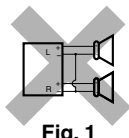
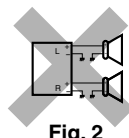

Fig. 1
Fig. 2
- If the speaker wiring in your car is as illustrated in Fig. 1 and Fig. 2 below, DO NOT connect the unit using that original speaker wiring. If you do, the unit will be seriously damaged. Redo the speaker wiring so that you can connect the unit to the speakers as illustrated in Fig. 3.
- Если проводка громкоговорителей в Вашем автомобиле такая, как показано на приводимых ниже Fig. 1 и Fig. 2, НЕ подключайте устройство с помощью первоначальной проводки громкоговорителей. Если Вы это сделаете, устройство будет серьезно повреждено. Переделайте проводку громкоговорителей так, чтобы Вы могли подключить устройство к громкоговорителям, как это показано на Fig. 3.